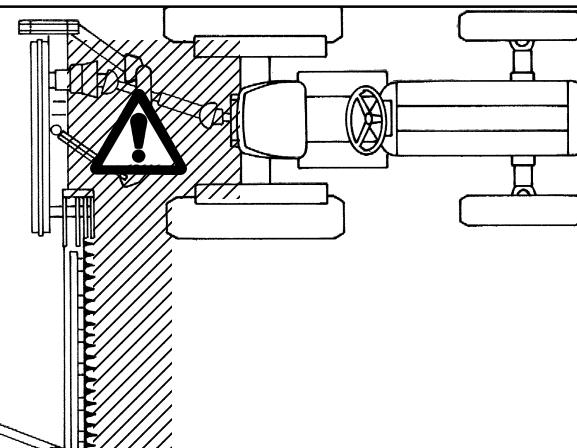

Fig. 5
- 29)** È assolutamente vietato interporsi tra il trattore e l'attrezzatura (Fig. 5) con motore acceso e cardano inserito nonché senza aver azionato il freno di stazionamento
- 29)** It is absolutely forbidden to stand between the tractor and the implement (Fig. 5) when the engine is running and the cardan shaft is engaged without having first engaged the hand brake and placed
- 29)** Es ist absolut verboten, bei laufendem Motor und eingeschalteter Gelenkwelle zwischen den Schlepper und das Gerät zu treten (Abb. 5). Dazu muß die Feststellbremse gezogen werden und unter die Räder ein Bremskeil oder ein großer Stein gelegt worden sein.
- 29)** Il est absolument interdit de se mettre entre le tracteur et l'appareil (Fig. 5) quand le moteur est en marche et le cardan engagé, sans avoir tiré le frein de stationne-
- 29)** Está terminantemente prohibido colocarse entre el tractor y el equipo (Fig. 5) con motor encendido y cardán inserido, o sin haber accionado el freno de estacionamiento y de colo-
- 33) È assolutamente vietato interporsi fra il trattore e l'attacco per manovrare il comando dall'esterno per il sollevamento (Fig. 5).
- 33) *It is absolutely forbidden to stand between the tractor and the implement when manoeuvering the lift control from the outside (Fig. 5).*
- 33) Es ist absolut verboten, zwischen den Schlepper und den Anschluß zu treten, um die Aushebung von außen zu betätigen (Abb. 5).
- 33) *Il est absolument interdit de se mettre entre le tracteur et l'attelage pour manoeuvrer la commande de relevage de l'extérieur (Fig. 5).*
- 33) Está absolutamente prohibido colo-carse entre el tractor y el enganche para maniobrar el mando desde el externo en la fase de elevación (Fig. 5).